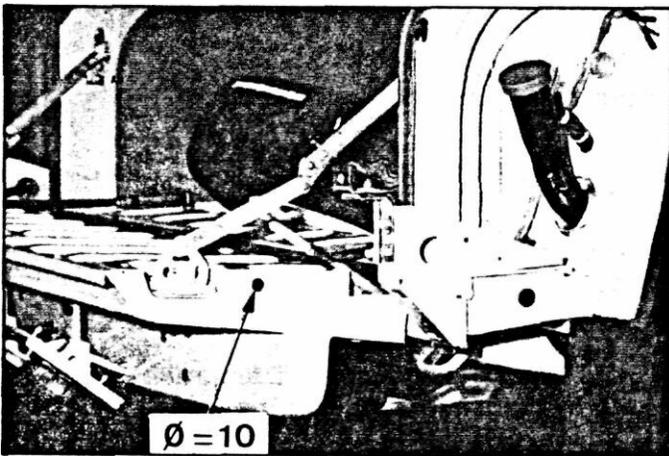

Abb. 1
- a) In der Mitte der Stirnseite, rechts, der unteren Heckklappe beim Break, s. Abb. 1.